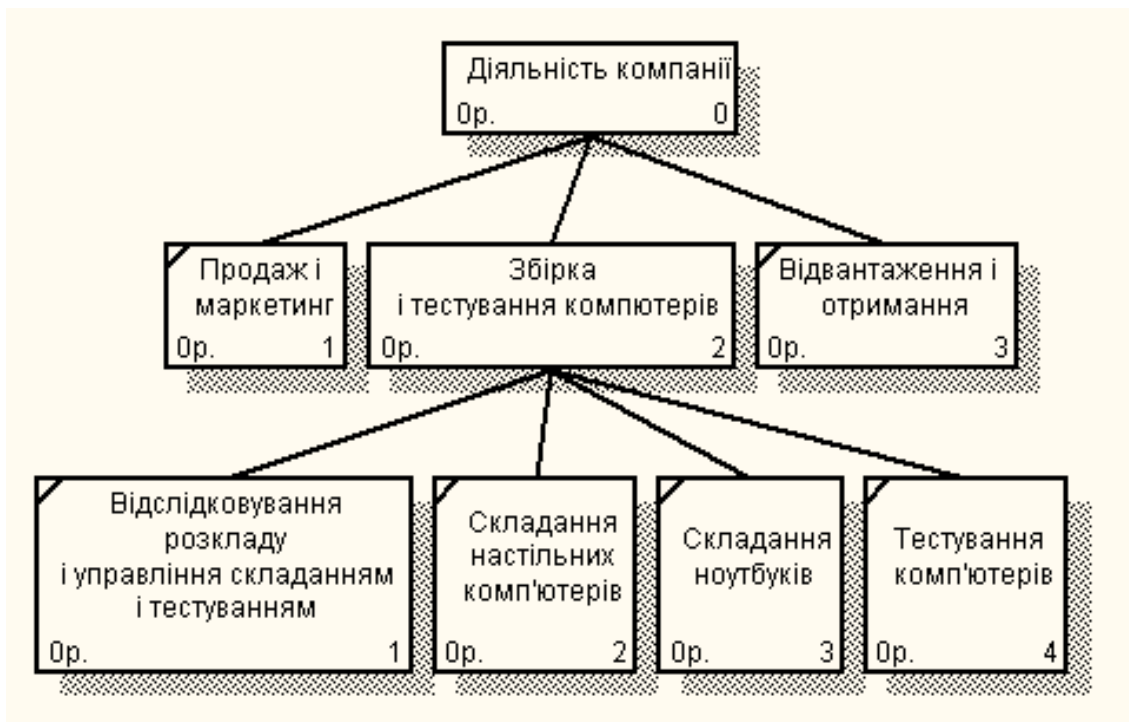

Рис. 12.3. Модифікована діаграма дерева вузлів
4. Модифікувати створену діаграму, представивши список нижнього рівня у вигляді прямокутників, як і вищі рівні. Для цього клацнути правою клавішею миші по вільному місцю, вибрати меню **Node Tree Diagram Properties** і у вкладці **Stile**, відключити опцію **Bullet Last Level**. Результат наведений на рис. 12.3.